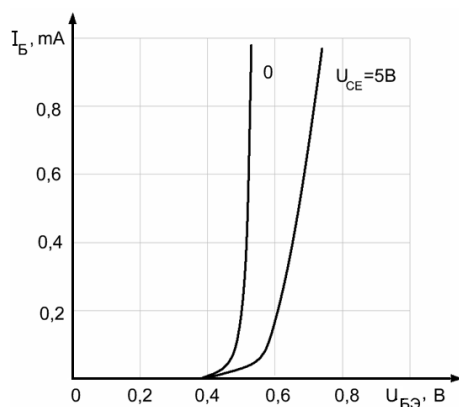

Рис. 2. Входные характеристики транзистора КТ-361
- считать, что в усилителе применен транзистор КТ-361 (Входные характеристики транзистора КТ-361 приведены на рис.2).